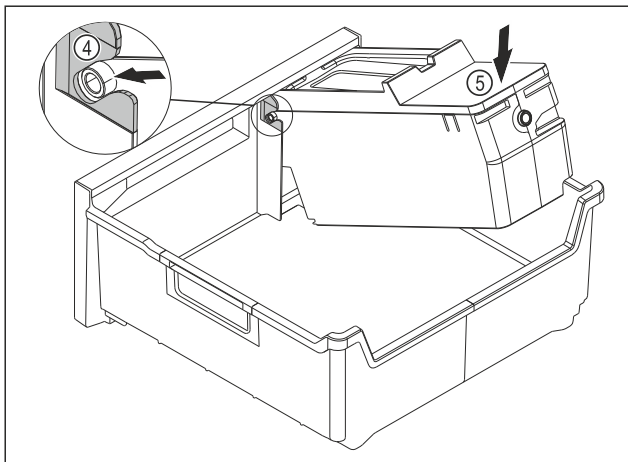

Fig. 86
- ▶ EasyTwist-Ice-Korpus montieren: Achsen des EasyTwist-Ice-Korpus in die Führungen Fig. 86 (4) einschieben.
- ▶ EasyTwist-Ice-Korpus Fig. 86 (5) hinten nach unten drücken.